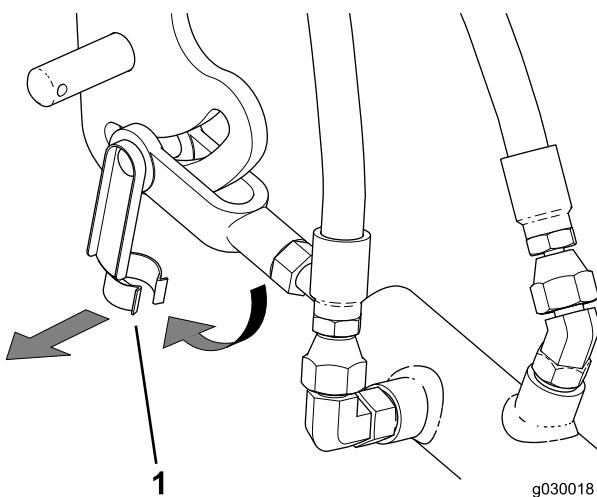

Figura 21
- Remova o passador de forquilha de mola que prende a forquilha de ligação à alavanca da tração (Figura 21).